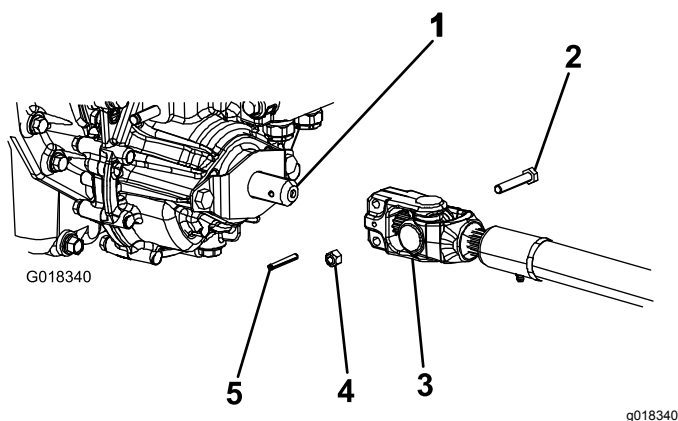

図 4
3. PTO 駆動シャフトを機体前部の下に置く。駆動シャフトのスリップシャフトヨークをトランスミッションの駆動シャフトに向けること 図 4。